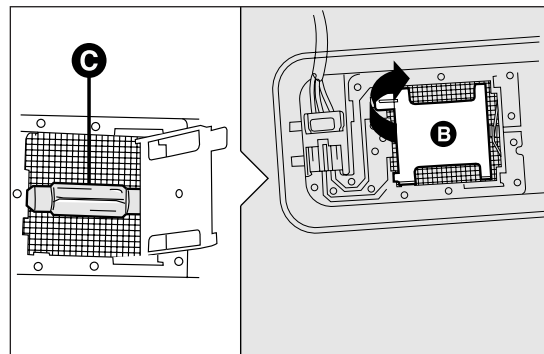

fig. 121
- aprire il coperchietto B fig. 121 come indicato;
- sostituire la lampada C fig. 121 svincolandola dai contatti laterali, inserire la nuova lampada accertandosi che la stessa risulti correttamente bloccata tra i contatti stessi;